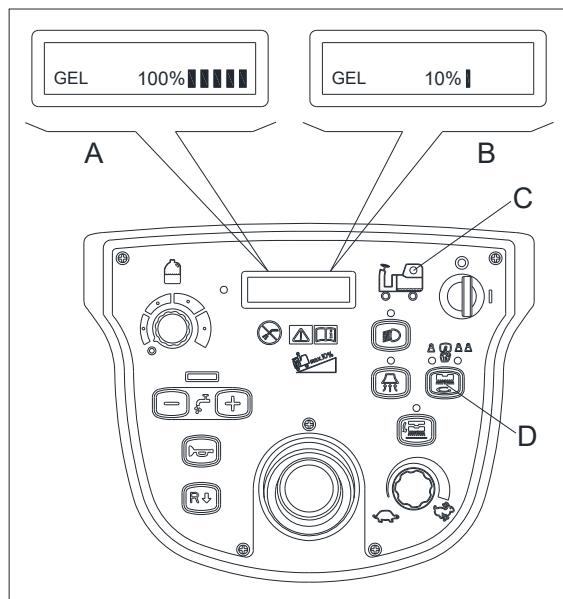
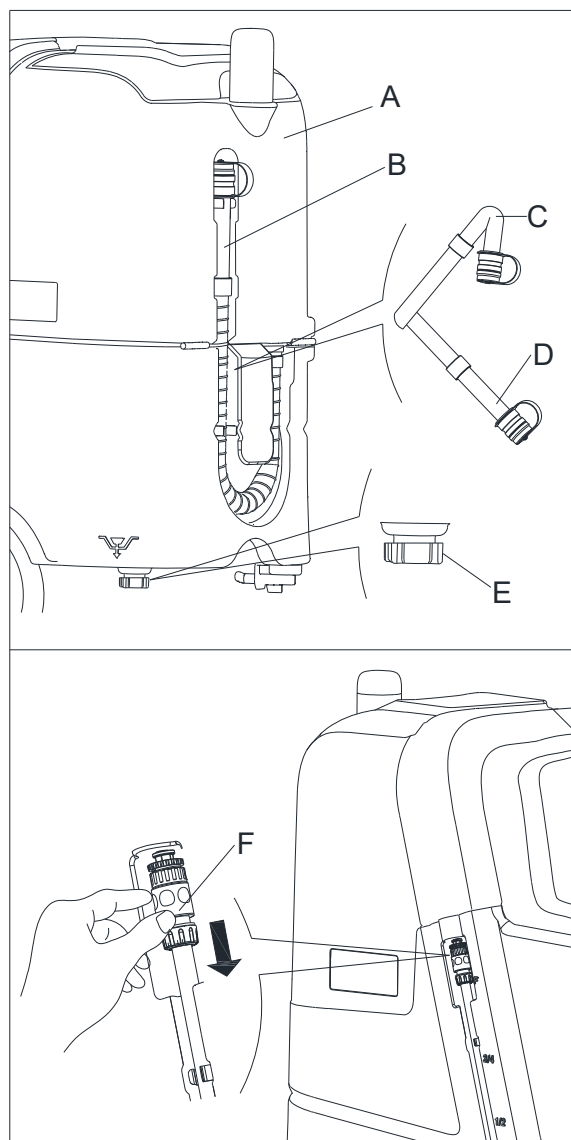

Рисунок 15
Рисунок 16
Когда батарейки полностью заряжены, справа в нижней части ЖК-экрана отображаются пять прямоугольников и значок «100%» (А, Рисунок 15). Если отображается только один прямоугольник и значок «10%» (В, Рисунок 15), это означает, что уровень заряда батареек низкий, двигатель щеток и вакуумный
Когда загорится красный светодиод (С, Рисунок 15), это будет означать, что сливной бак (А, Рисунок 16) полный; вакуумный двигатель прекратит работу по осушению пола. Пожалуйста, опустошите бак следующим образом:
3. Осушите сливной бак с помощью сливного шланга (В, Рисунок 16), затем очистите сливной бак.
При сливе грязной воды, сливной шланг должен быть пережат (С, Рисунок 16) и опущен в (D, Рисунок 16) нижнее положение, откройте крышку и плавно разжимайте шланг. Не направляйте выходное отверстие сливного шланга вверх, чтобы избежать попадания воды на оператора.
2. Опустошите бак моющего средства через выпускную крышку (Е, Рисунок 16). А потом, промойте бак чистой водой.
Воду также можно слить, отсоединив сливной патрубок (F, Рисунок 16).